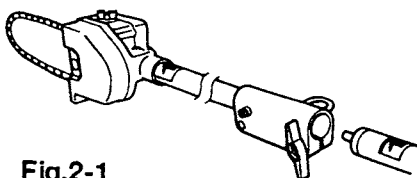

Fig.2-1
2. Join the attachment in place of it. (Fig. 2-1)
2. Monter l'accessoire au lieu de celui-là. (Fig. 2-1)